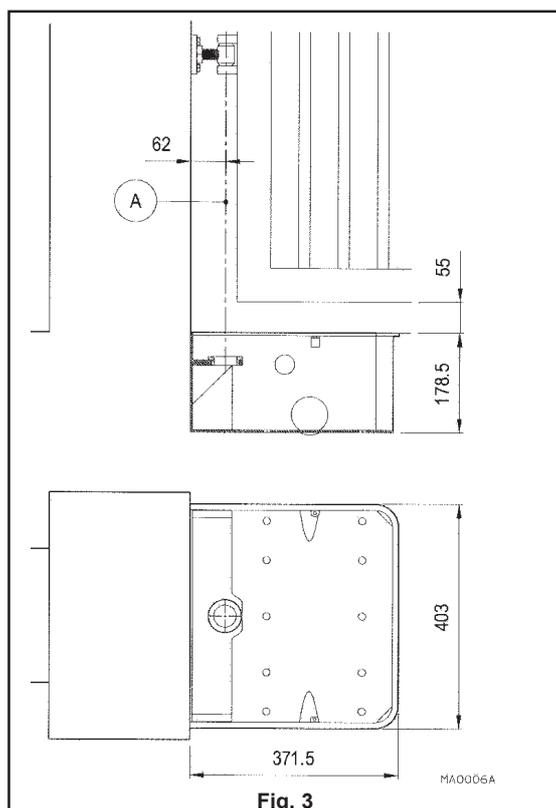

Fig. 3
La zona di installazione del motoriduttore deve prevedere lo spazio per la cassa e i suoi accessori nonché quello necessario per effettuare le operazioni di manutenzione e di sblocco manuale. Verificare i limiti di ingombro facendo riferimento alla fig. 3.
- Scegliere, in base al tipo di cancello e alle quote di ingombro (fig. 3), l'esatta posizione di installazione della cassa.
The operator installation area must provide sufficient space for the maintenance and manual release. Check overall dimensions by consulting fig. 3.
- Choose the exact position for foundation box installation in line with the type and weight of the gate (fig. 3).
Der Installationsort für den Antrieb muss über den notwendigen Platz für den Fundamentkasten und das Zubehör verfügen und Wartungsarbeiten und die manuelle Notentriegelung ermöglichen. Überprüfen Sie unter Beachtung von Abb. 3 die richtigen Abmessungen.
- Wählen Sie je nach Art des Tores und den Abmessungen entsprechend (Abb. 3) die exakte Position für die Installation des Fundamentkastens aus.
- h) Controllare che l'asse A (fig. 3) sia perfettamente verticale.
- l) Inserire nella bronzina della cassa di fondazione (1 fig. 5) il gruppo leve (2 fig. 5) e successivamente la leva supporto sblocco (3 fig. 5); verificare che siano perfettamente in asse col cardine superiore (asse A fig. 3).
- h) Check that axis A (fig. 3) is perfectly vertical.
- l) Introduce into the foundation box bearing (1 fig. 5) in to the lever block (2 fig. 5) followed by the release support lever (3 fig. 6); ensure that they are perfectly in axis with the upper hinge (axis A fig. 3).
- h) Überprüfen Sie, dass die Achse A (Abb. 3) vollkommen senkrecht ist.
- l) Fügen Sie das Hebelgestänge (2 Abb. 5) und dann den Entriegelungshebel (3 Abb. 5) in das Lager des Fundamentkastens (1 Abb. 5) ein. Vergewissern Sie sich, dass diese auf die obere Angel optimal ausgerichtet sind (Achse A Abb. 3).